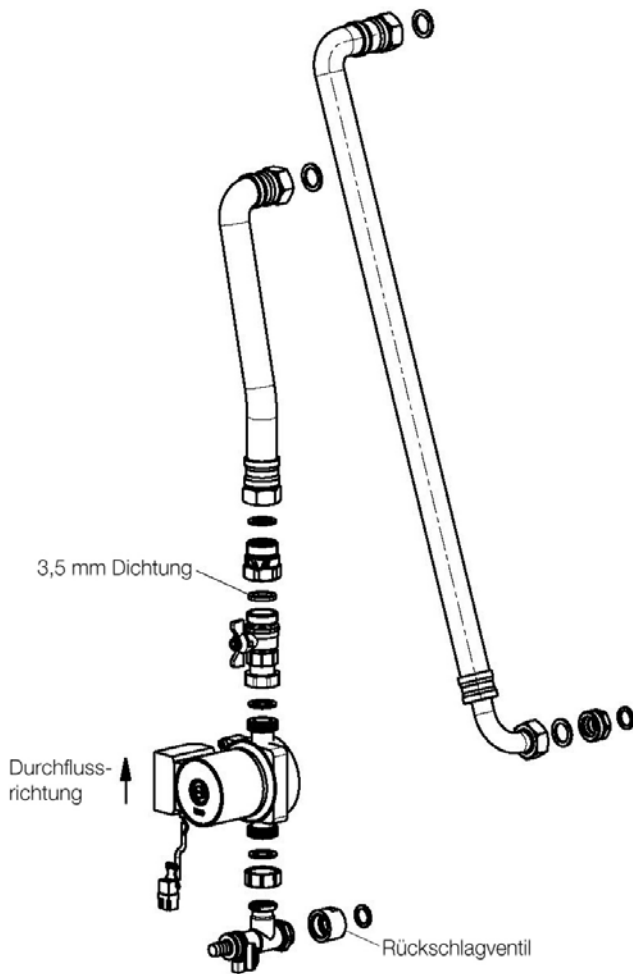

Abb. 49: Darstellung Installation Tiefspeicherladeset
Die Befüllung der Anlage geschieht über den am Kessel (s. Abb. 38) und Tiefspeicher (s. Abb. 49) vorgesehenen Befüll- und Entleerungshahn.
- Stellschraube des Absperrhahns mit Rückschlagventil deaktivieren. (Die Rückschlagventile befinden sich am Kessel oberhalb der Heizkreispumpe und am Rücklaufanschluss des Tiefspeichers, s. Abb. 49)